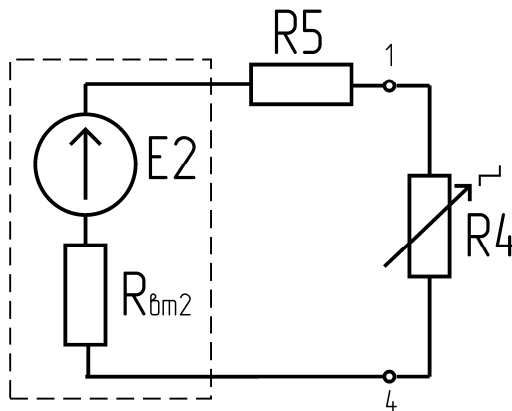

Рис.9
6. Заменить пассивную часть цепи относительно клемм 1-4 блоком переменного сопротивления R_4 (рис.9), предварительно установив на нем значение $R_4 = R_{экв}$, определенное в п.5.
1. Используя результаты измерений в п.3 и п.4 экспериментальной части, на основании закона Ома и первого закона Кирхгофа вычислить токи I_2 , I_3 , I_5 , I_6 , I_7 протекающие через резисторы R_2 , R_3 , R_5 , R_6 , R_7 для трёх случаев подключения источников в цепи рис.9. Результаты записать в табл.5.